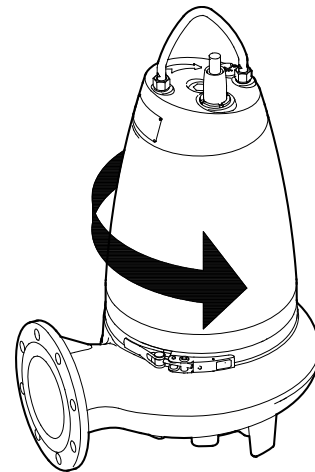

Fig. 16 Ryckriktning
När pumpen startas rycker den till i motsatt riktning mot rotationsriktningen (se fig. 16).
2. Starta och stoppa pumpen och observera åt vilket håll den vrider sig (rycker). Om den är korrekt ansluten kommer pumpen att rotera medurs, vilket innebär att den rycker moturs. Se fig. 16.